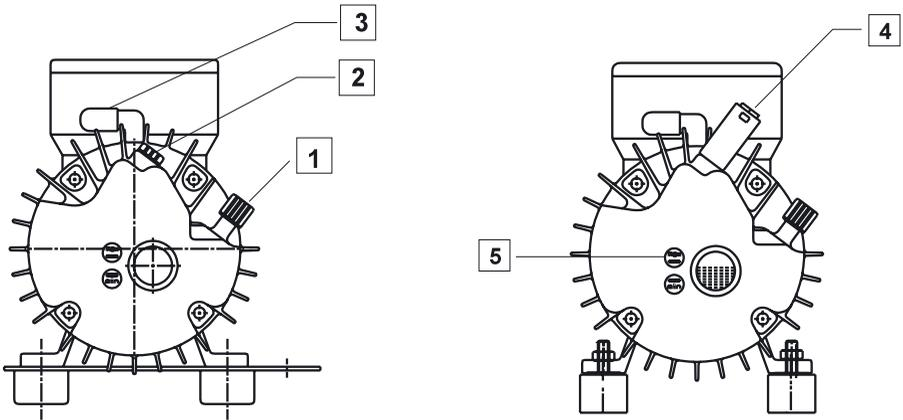
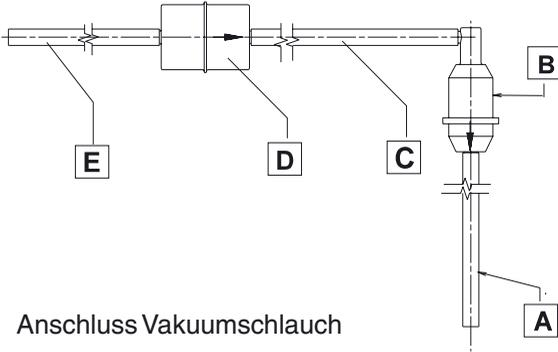

Abb. 6.1 Anschlüsse Vakuumpumpe
Abb. 6.2 Anschluss Vakuumschlauch
- Stopfen (2, Abb. 6.1) herausschrauben und in dieses Gewinde beiliegenden Schalldämpfer (4) einschrauben.
- Schutzkappe vom Ansaugstutzen (3) abziehen.
- Vakuumschlauch (A, Abb. 6.2) auf Ansaugstutzen (3, Abb. 6.1) der Vakuumpumpe stecken.
- Schlauch (E, Abb. 6.2) am Brennofen anschließen. Siehe Bedienungsanleitung für Dentsply-Keramiköfen.
- a. Vakuumpumpe ausschalten und den Vakuumschlauch vom Stutzen (3, Abb. 6.1) entfernen.
- b. Verschlusskappe (1, Abb. 6.1) vom Öleinfüllstutzen abschrauben. Dichtung abnehmen.
- d. Vakuumpumpe einschalten; evtl. Luftaustrittsstutzen (4) kurzzeitig verschließen. Das Altöl wird am Öleinfüllstutzen (1) herausgedrückt.
- f. Frisches Schmieröl in Öleinfüllstutzen (1) bis zur Markierung „max“ einfüllen.
Das durchsichtige Ansaugfilter (s. Abb. 6.2) mit Rückschlagventil B kontrollieren. Wenn dieses Filter verschmutzt ist, den kompletten Filtersatz Nr. 03260049 erneuern.